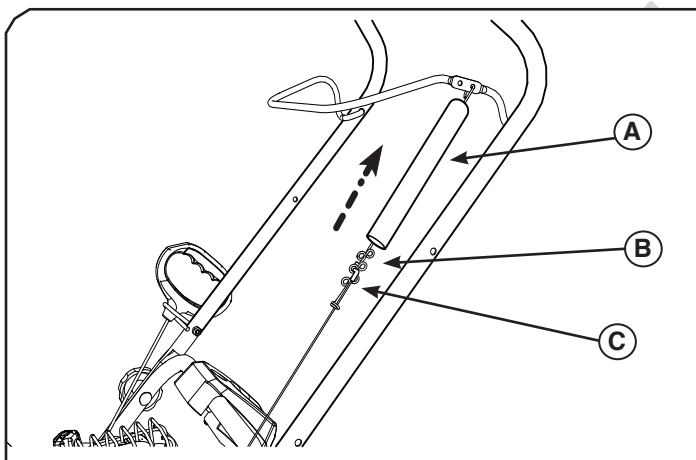

Figure 8
2. Soulever le couvercle du câble (A, Figure 8) pour exposer les boucles d'ajustement (B) et l'embout d'extrémité du câble (C).